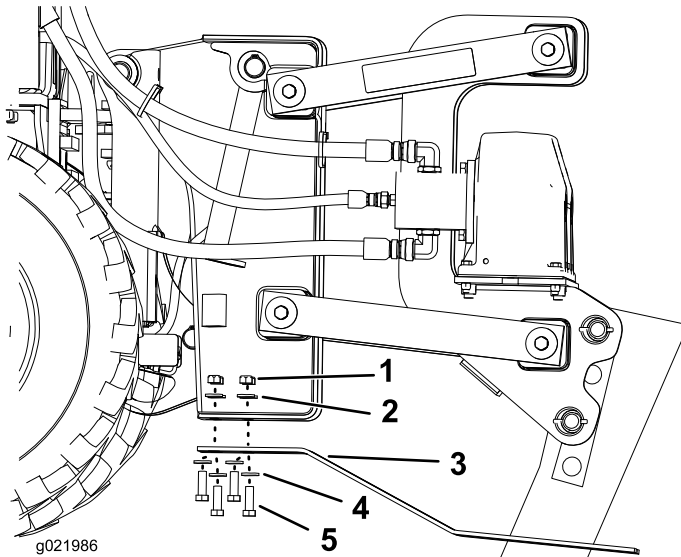

Figure 18
3. Retirez les 4 boulons, les 4 écrous et les 8 rondelles des patins (Figure 18).
4. Posez des patins neufs et fixez-les avec les fixations retirées précédemment (Figure 18).